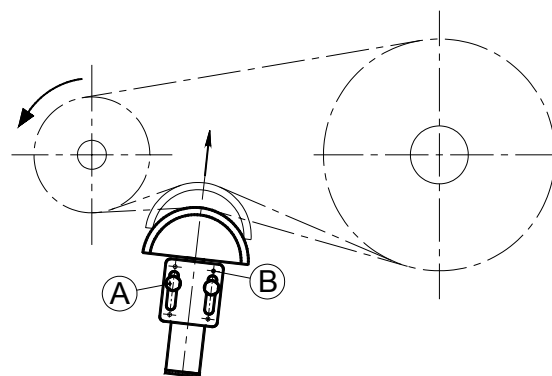

fig 1
I tenditori Ten Bloc sono fissati alla carpenteria della macchina mediante viti M8 pos (A) di fig.1, che sono inserite in asole di larghezza 9mm presenti sul corpo.
Su uno dei due lati del corpo scatolare sono presenti, inoltre, quattro nicchie che fungono da centrini nel caso in cui l'utilizzatore volesse forare il corpo per incrementare il fissaggio del tenditore mediante spine o viti M6 pos (B) di fig.1.
*Ten Bloc tensioners are fixed to the structure of the machine by M8 screws, positioning (A) of figure 1, that are put in slots with length 9mm present on the body.*
*On one of the two sides of the box body there are also four hollows that can be used as marks if the user want to drill the body in order to increase the fixing of the tensioner by pins or M6 screws, positioning (B) of figure 1.*